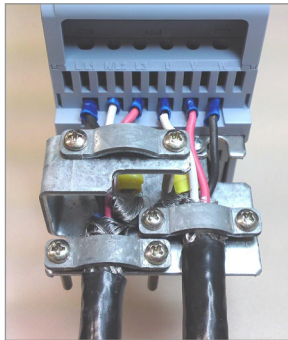

Figure 3.3: Détails de la connexion de l'alimentation électrique et du blindage du câblage du moteur à l'accessoire CFW500-KPCSA
- l'Accessoire "kit de blindage de câblage d'alimentation et de commande CFW500-KPCSA" peut être monté dans la partie inférieure de l'armoire. Figure 3.3 à la page 3-10 présente un exemple détaillé de la connexion de l'alimentation électrique et du blindage du câblage du moteur de l'accessoire CFW500-KPCSA. De plus, cet accessoire permet la connexion du blindage du câblage de commande.